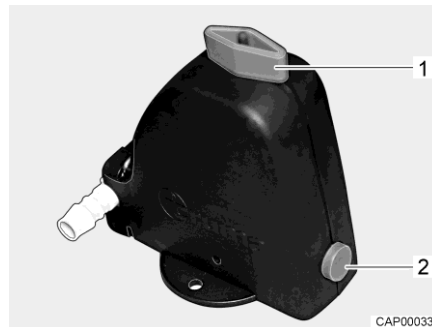
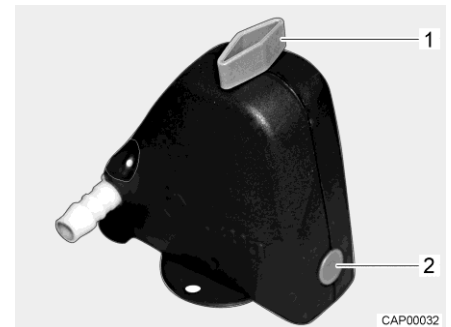

Bild 101 Säkerhets-/avtappningsventil öppen
Bild 102 Säkerhets-/avtappningsventil stängd
- Stäng säkerhets-/avtappningsventilen. Ställ vredet (Bild 101,1) diagonalt mot säkerhets-/avtappningsventilen och tryck in tryckknappen (Bild 101,2). Den stängda säkerhets-/avtappningsventilen visas i Bild 102. Vid temperaturer lägre än 6 °C kan säkerhets-/avtappningsventilen inte stängas.